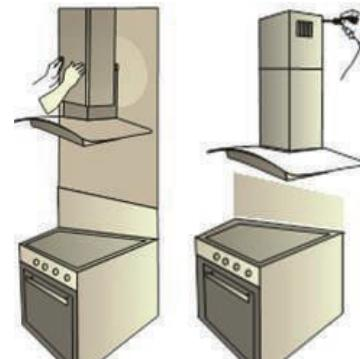

Рис. 11
2. Вставьте внутреннюю часть телескопического короба во внешнюю. Закрепите внешнюю часть короба к корпусу вытяжки. Выдвиньте внутреннюю часть короба и закрепите ее винтами на крепежной скобе (Рис. 11).